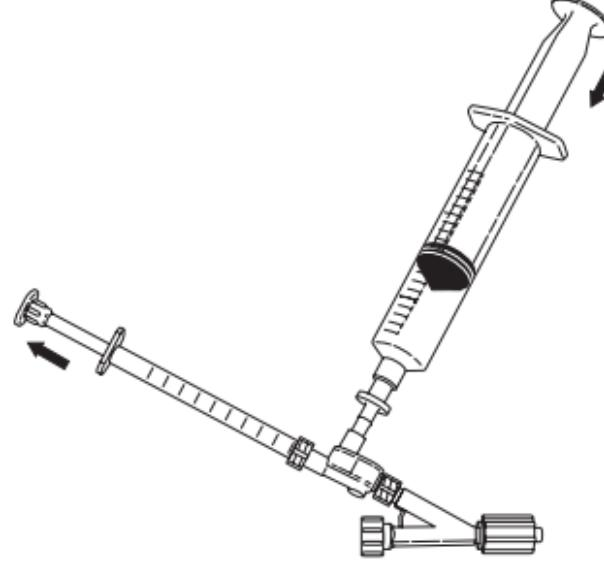

Fig. 4
6. Conecte la jeringa de 1 mL al orificio de inyección y aspire 0,5 mL de solución. Suelte la jeringa de 1 mL y purgue todas las burbujas de aire de la jeringa. Antes de volver a conectar la jeringa de 1 mL, deje un poco de solución en el orificio de inyección presionando ligeramente la jeringa de 20 mL para cebar el orificio de inyección. Vuelva a conectar la jeringa de 1 mL al orificio de inyección. (**Fig. 4**)